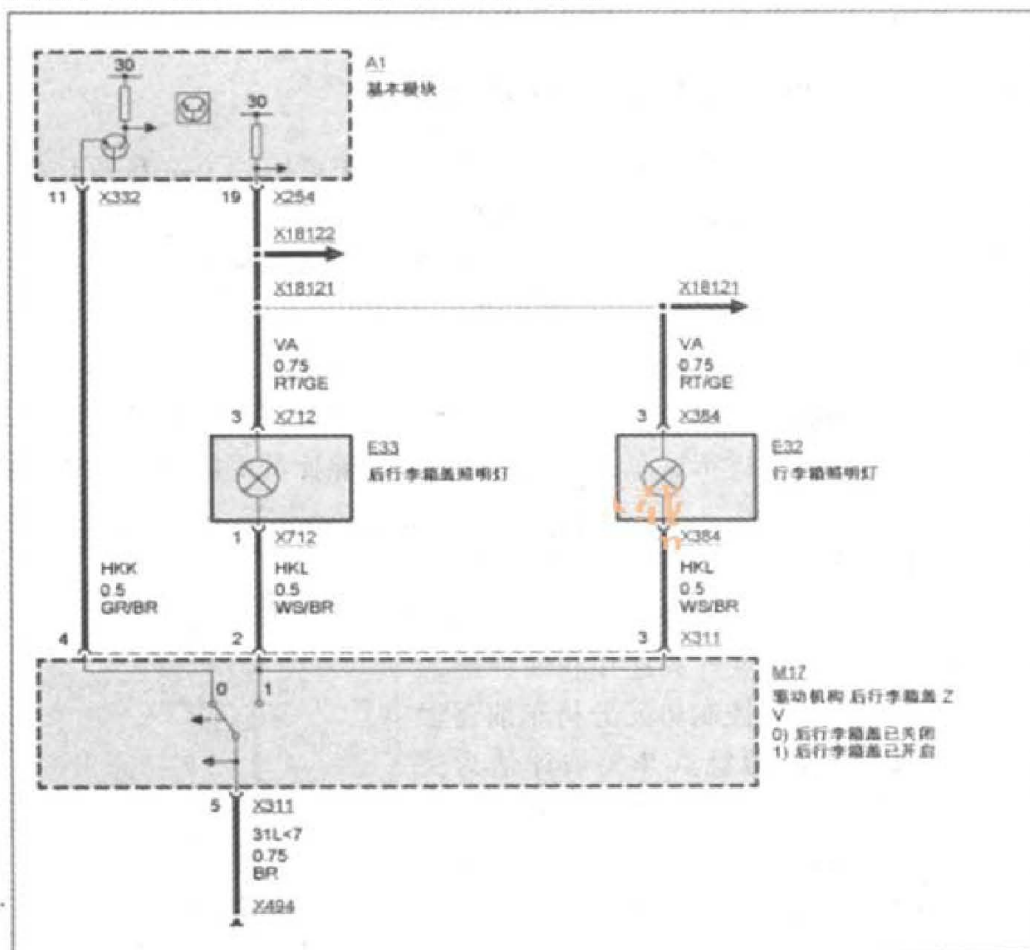

图 1 后备箱照明灯相关电路
- 3). 这两个后备箱的照明灯的照明由车辆的基本模块控制，接地控制由后备箱驱动机构控制，如图 1 所示。打开后备箱后，后备箱盖上的 E33 可以点亮，说明车辆基本模块供电没有问题，因为两个照明都是通过基本模块的 X254 供电，然后通过 X18121 再分别供应到各自的照明灯上。